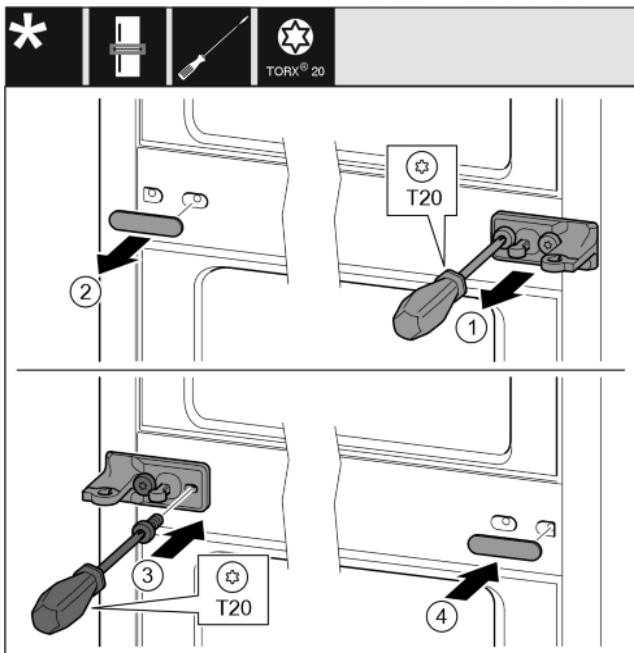

Fig. 26
- ▶ Skinite podložnu pločicu. Fig. 26 (1)
- ▶ Odvijačem T20 odvijte vijke. Fig. 26 (2)
- ▶ Oprezno skinite pokrov. Fig. 26 (3)
- ▶ Čvrsto zavijte podložak ležaja s folijom okrenuto za 180 ° na drugoj strani. Fig. 26 (4)
- ▶ Postavite pokrov okrenut za 180° na drugoj strani. Fig. 26 (5)
- ▶ Nataknite podložnu pločicu s prednje strane. Fig. 26 (6)